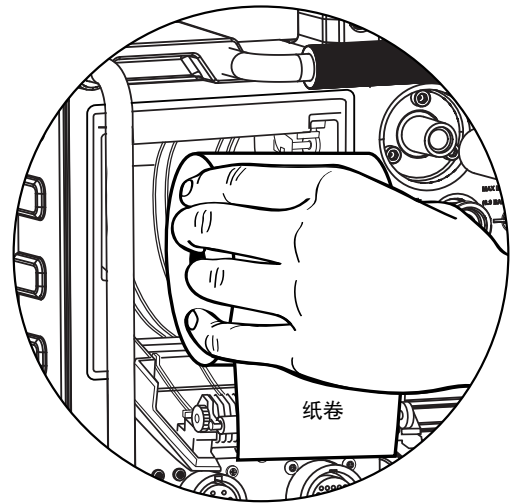

图 52—装载纸卷
3. 如图所示，将新的纸卷装入打印机(图 52)。 确保插入纸卷时，能够让纸从纸卷的顶部拉出